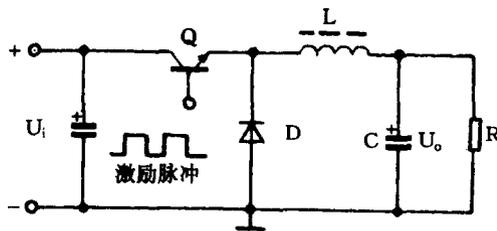

图 1-1 串联型开关电源电路图
(1)串联型开关电源:串联型开关电源,即开关管、开关变压器、负载电路三者串联连接,如图 1-1 所示。主要特点是:开关电源与负载电路共地,开关电源不能输出负载电路工作所需多种供电电压,开关管反峰电压低。